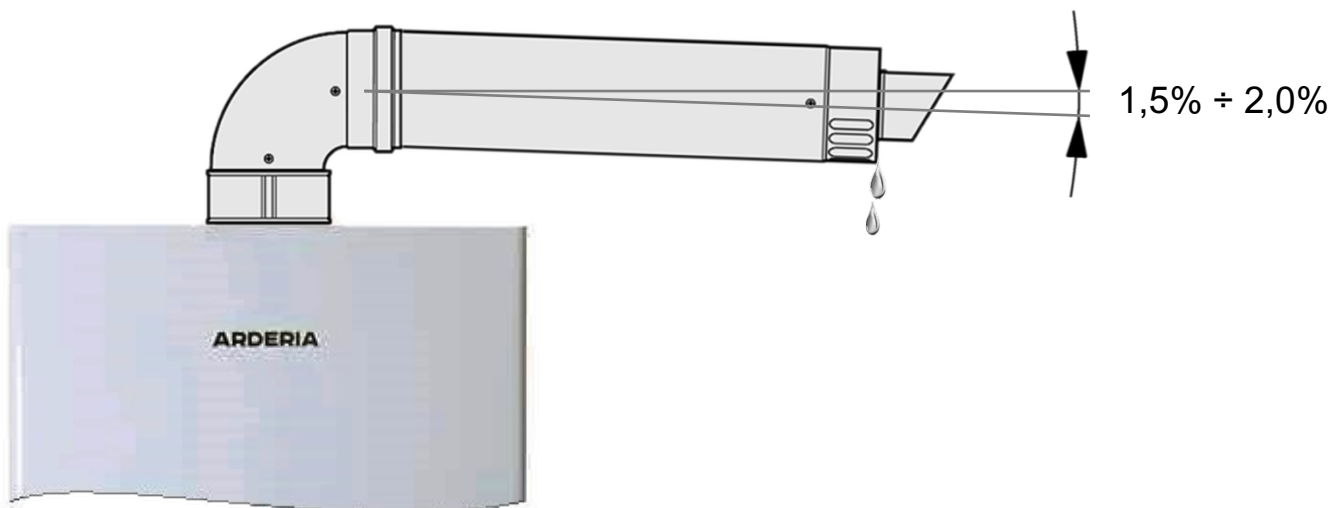

Рис. 29 Установка горизонтального конечного участка коаксиального дымохода.
- Для удаления конденсата конечный горизонтальный участок дымохода **следует** монтировать с уклоном наружу (по направлению от котла) в  $1,5\% \div 2,0\%$  (См. Рис. 29)